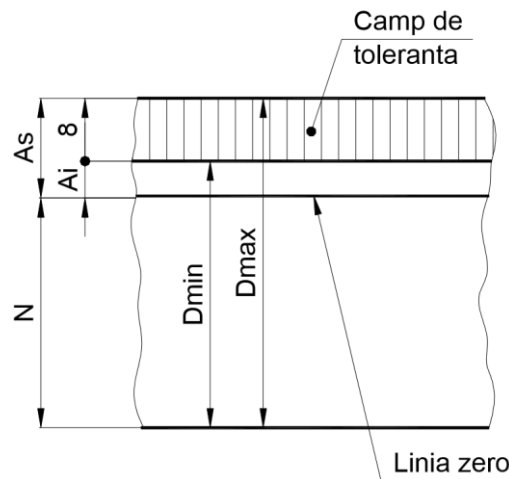

Fig. 1
Acest standard definește următorii termeni (fig. 1):
• *Linia zero* (fig. 1) este linia față de care se reprezintă grafic abaterile și corespunde dimensiunii nominale;